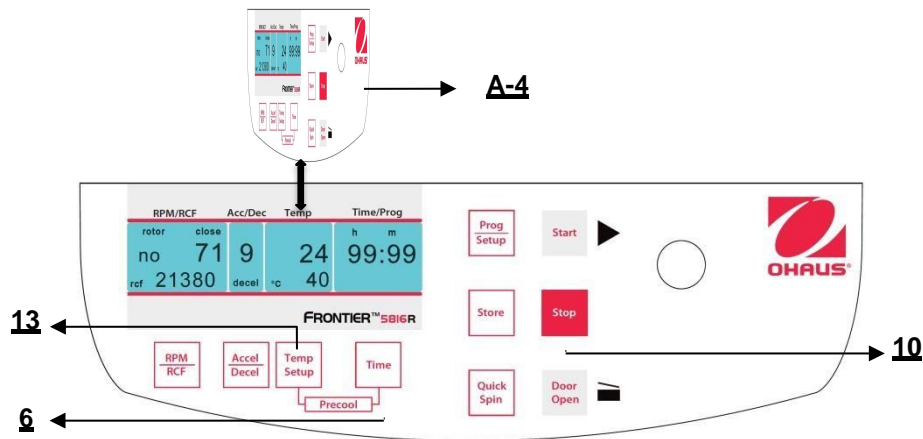
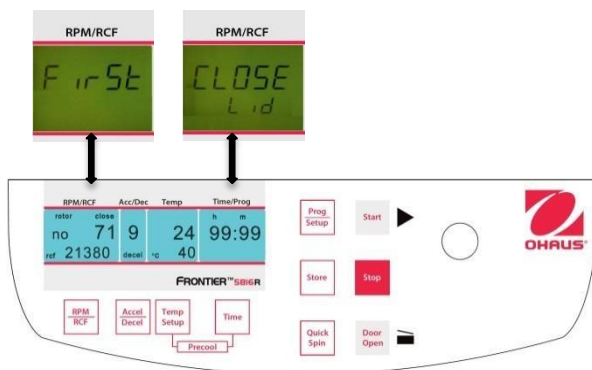

Figura 23
Figura 26
Se i campioni sono sensibili alla temperatura, è utile preraffreddare la centrifuga, il rotore e in ultimo i contenitori alla temperatura di funzionamento necessaria. Perciò, inserire il rotore desiderato e preimpostare la rispettiva temperatura. Si avvia il ciclo premendo simultaneamente i tasti "**Temp/Setup**" (13) (fare riferimento alla figura 23) e "**Time**" (6). Durante il funzionamento, il gruppo sceglie automaticamente una velocità di rotazione equivalente al 20% della velocità di rotazione del rispettivo rotore. Dopo aver raggiunto la temperatura preimpostata, è possibile lasciare il ciclo di preraffreddamento con il tasto "**Stop**" (10). Secondo il rotore inserito, il preraffreddamento va da circa 10 a 20 minuti.
Chiudere il coperchio della centrifuga Adesso procedere come descritto in precedenza per impostare tutti i parametri di ciclo importanti. Se il coperchio non è chiuso quando si salva il programma, sul display **"RPM/RCF"** (A-1), lampeggiano alternativamente le parole **"FirSt"** e **"CLOSE Lid"** (Vedere figura 23). Se si vuole avviare il ciclo senza salvare il programma, sul display **"RPM/RCF"** (A-1) lampeggiano alternativamente le parole **"First"** e **"PrESS StoreE"** (Vedere figura 26) .